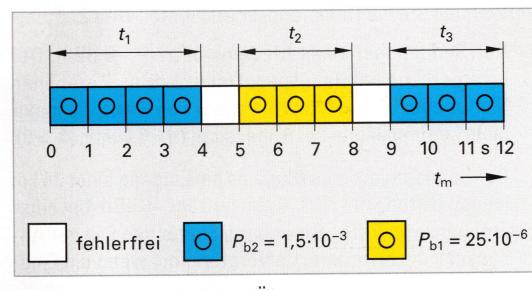

Bild 2: Fehlerbehaftete Übertragung
- Für einen Datenkanal mit $r_b = 64$ kbit wird die Fehlerhäufigkeits-Verteilung **Bild 2** gemessen. Berechnen Sie für die Blocklänge 1600 bit a) die Anzahl der je Zeitabschnitt t_1 , t_2 und t_3 übertragenen Blöcke, b) die Anzahl der je Zeitabschnitt t_1 , t_2 und t_3 verfälschten Blöcke, c) die Blockfehlerhäufigkeit für die Messzeit 12 s.
Die Betriebsdämpfung erfasst die gesamte Dämpfung eines Verbindungswege zwischen zwei Datenübertragungseinrichtungen (DÜE) und setzt sich zusammen aus den positiven Dämpfungsmaßen der Leitungen, aus den positiven Stoßdämpfungsmaßen an unvollkommen angepassten Leitungsabschlüssen und aus den negativen Dämpfungsmaßen der Verstärker (**Bild 1**). Der Dämpfungskoeffizient einer Leitung ist frequenzabhängig (**Bild 2**).